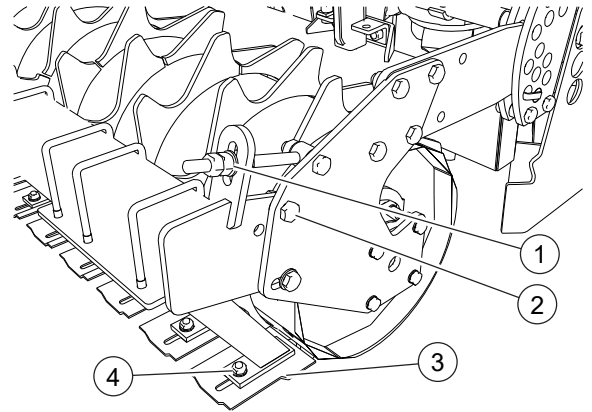

FIG. 32
- Aflojar la tuerca (2, "Fig. 32").
- Aflojar las tuercas (1) hasta acercar el rascador al rodillo en la medida que se desee.